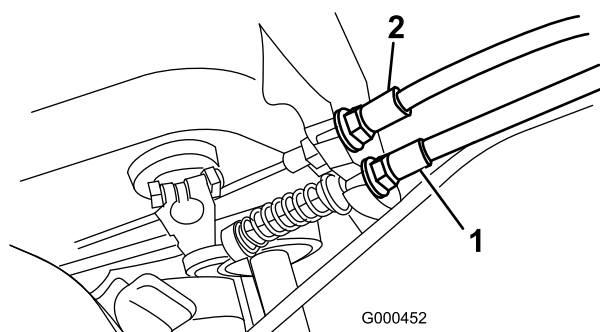

Figura 44
2. Para aumentar la tensión del cable, afloje la contratuerca delantera del cable y apriete la contratuerca trasera del cable (Figura 44) hasta que la fuerza necesaria para engranar el control de tracción sea de 5,4–7,3 kg.